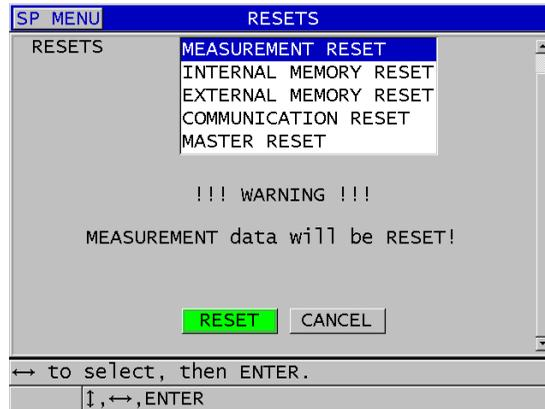

Abbildung 15-1 Reset aktivieren
3. Verfahren Sie im Fenster **RESETS** (siehe Abbildung 15-1 auf Seite 295) wie folgt: